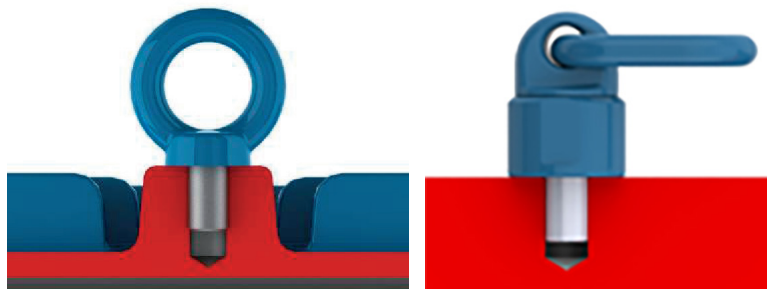
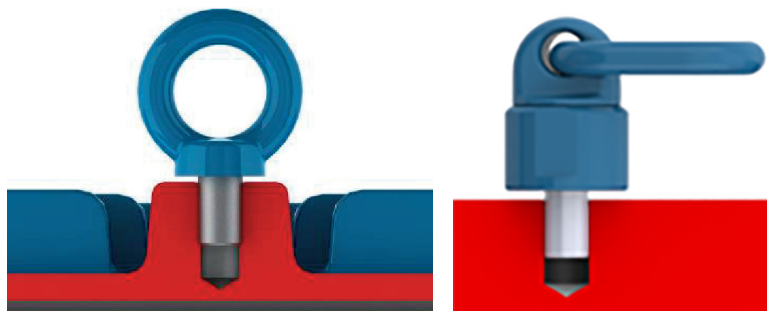

Figura 4.1: Serraggio corretto del bullone a occhiello
Figura 4.2: Serraggio errato del bullone a occhiello
Prima di sollevare il motore, assicurarsi che tutti i bulloni a occhiello siano serrati correttamente e che le spalle dei bulloni a occhiello siano a contatto con la base da sollevare, come mostrato nella Figura 4.1 a pagina 4-2. La Figura 4.2 a pagina 4-2 mostra un serraggio errato del bullone a occhiello.
1. Assicurarsi che i bulloni a occhiello siano serrati correttamente, come illustrato nella Figura 4.1 a pagina 4-2.
1. Assicurarsi che tutti i bulloni a occhiello siano serrati correttamente, come mostrato nella Figura 4.1 a pagina 4-2.